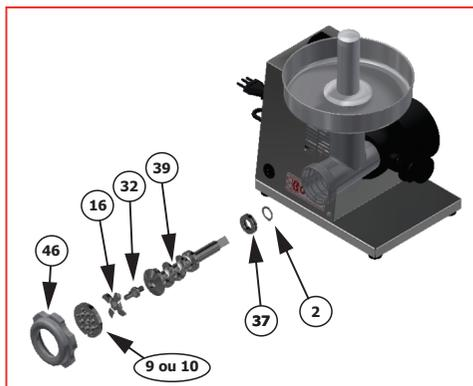

Figura 4
- Encaixe o corpo da boca (6) no redutor (42) e aperte o manipulador 3/8" x 1.1/2" (28).
- Após isso coloque dentro do bocal (6) o caracol B05 (39) com o pino (32) e o rolamento (37) fixado com o anel elástico (2).
- Em seguida insira a faca cruzeta (16) e o disco para moer escolhido (9 ou 10) fixando-o com o volante (46), conforme *figura 4*.